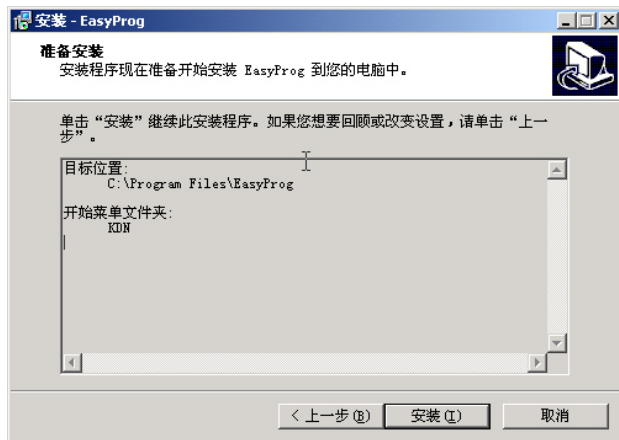

图 2-5
- ⑤ 用户选择完是否在桌面、运行栏中创建快捷方式后，单击〔下一步〕，将提示确认准备开始安装。如图 2-5：